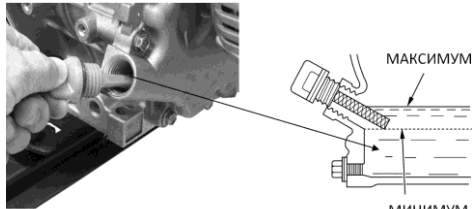

Рис. 11
9. Извлеките крышку/щуп и начисто протрите его (рис.11).